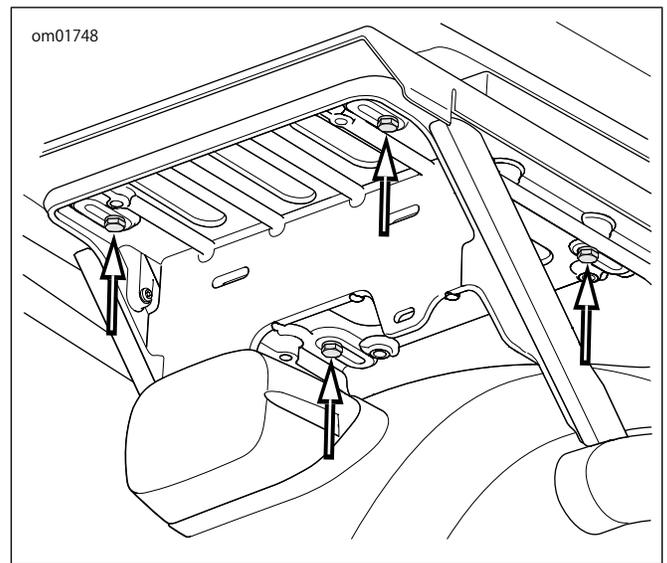

図4。Tour-Pakブラケットスクリュー( APC/中国モデル )
- c. APCモデル: 「図4」を参照。4組のスクリューと平ワッシャーとアダプタープレートをサポートラックから取り外す。前方にスライドさせて、L字フックを外す。